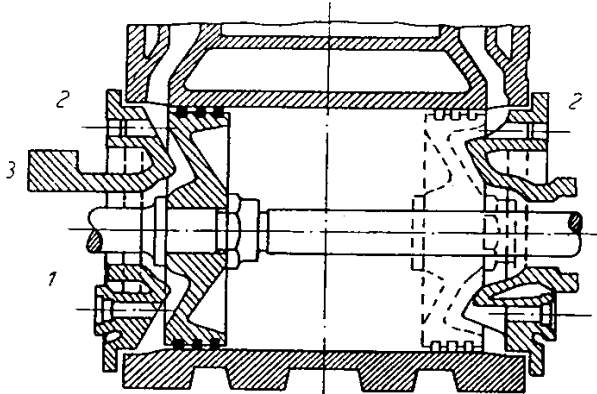

Bild 25.
Die Deckel bestehen meist aus Stahlguß Stg 38.81, damit sie nicht so stark ausgebildet werden müssen. Zur Verstärkung sind Rippen angebracht. Außerdem sind zwei Stützen zum Anbau eines Zylindersicherheitsventils (1) bzw. einer Bruchscheibe und eines Indikators (2) bei Probefahrten vorhanden (Bild 25).